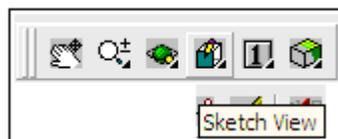

Figura 108
30. Damos un clic con el botón izquierdo del mouse sobre el icono *Sketch View* de la barra de herramientas *Standar*. El comando *Sketch View* automáticamente alinea el plano del diseño a la pantalla, como se muestra en la *figura 108*.